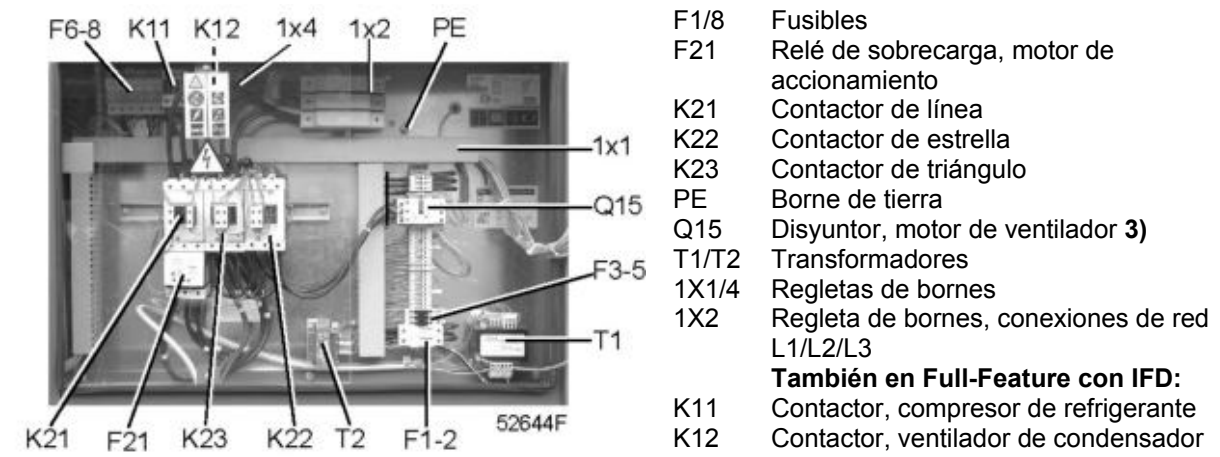

Fig. 1.9 Cubículo eléctrico, GA Workplace FF con IFD (ejemplo típico)
1.4 Armario eléctrico (Figs. 1.9 y 1.10)